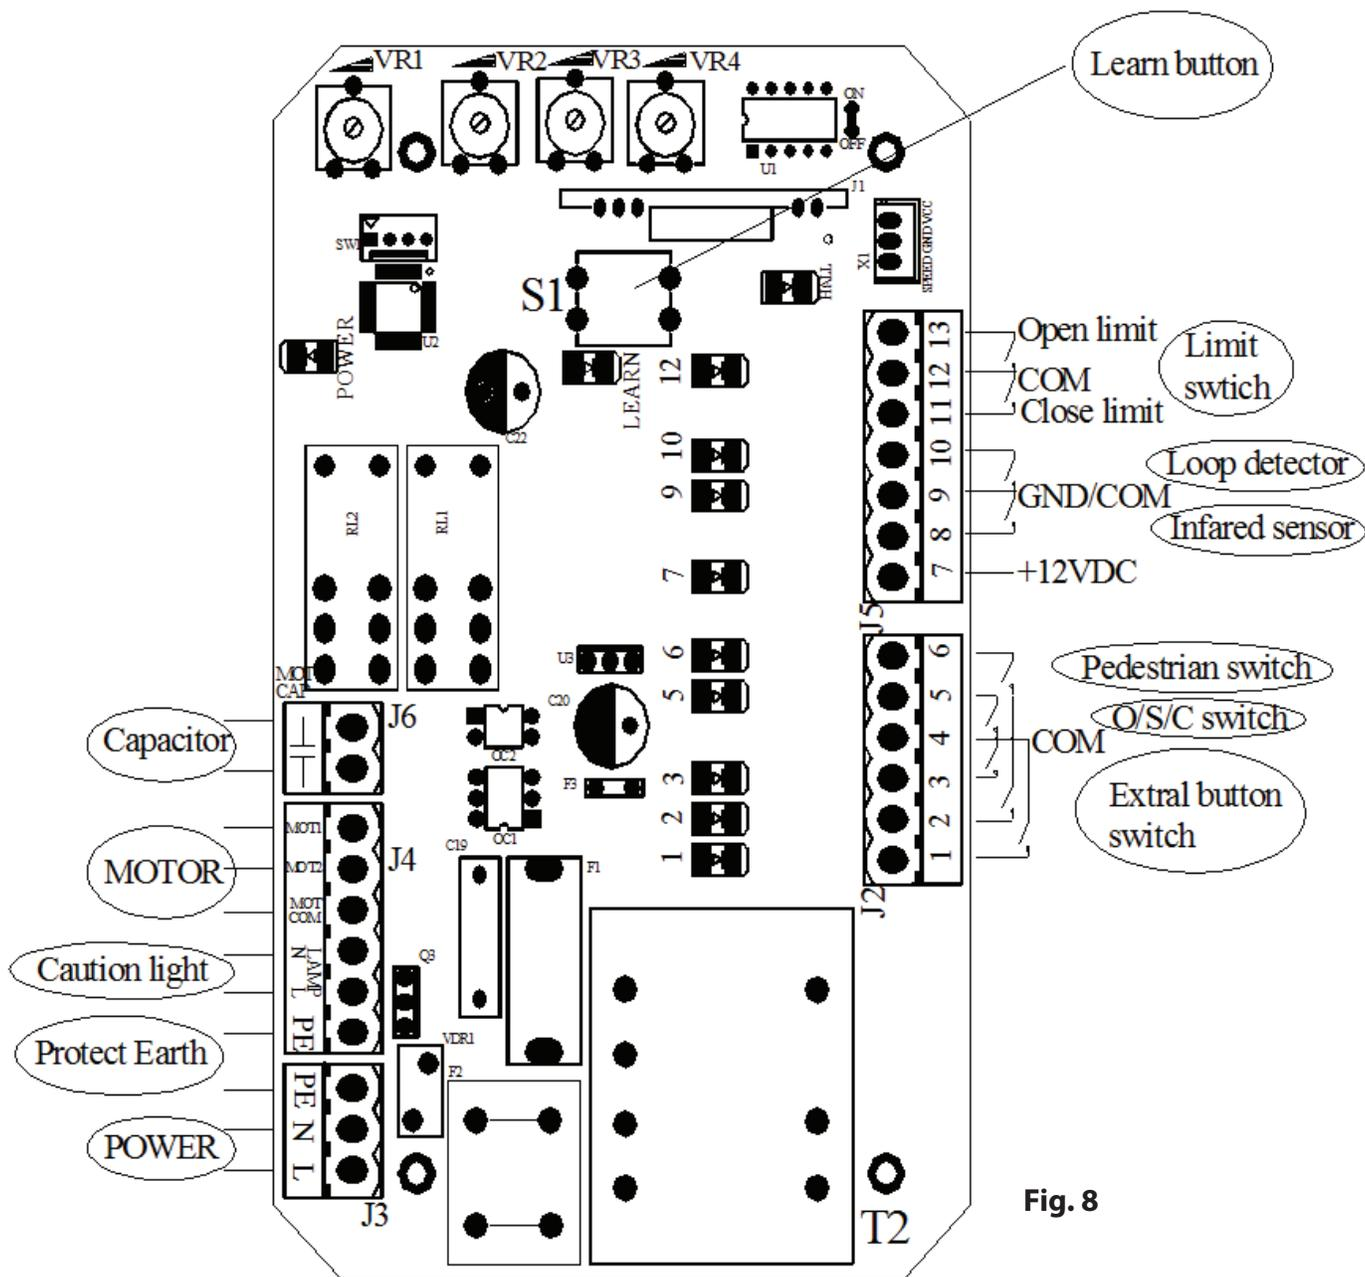

Fig. 8
Retire la tapa , realice el cableado (ver Fig.8 y cableado notas para el tablero de control) y vuelva a colocar la tapa de nuevo.
- Adición de controles remotos adicionales (Programar): Retirar la tapa, presione y mantenga oprimido el botón de programación "S1" (Fig. 8) más de 2 segundos, entonces el "LED- Diodo emisor de luz de programación LEARN" (Fig. 8) se iluminará, a continuación presione el botón del control remoto que desea utilizar, la luz "LED- Diodo emisor de luz" se encenderá unos 2 segundos y luego se apagará de nuevo. El proceso de programación ha terminado.